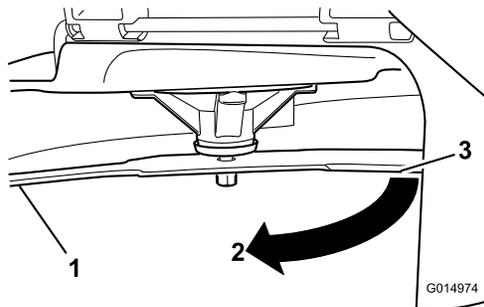

**Figura 77**
5. Mida desde la punta de la cuchilla hasta la superficie plana (Figura 77).